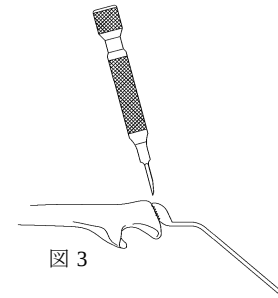

図 3
- 3) 尺骨ロッド用チゼルガイドをしっかりと押さえ、尺骨ロッド用チゼルで肘頭骨面を削ります。（図 3）